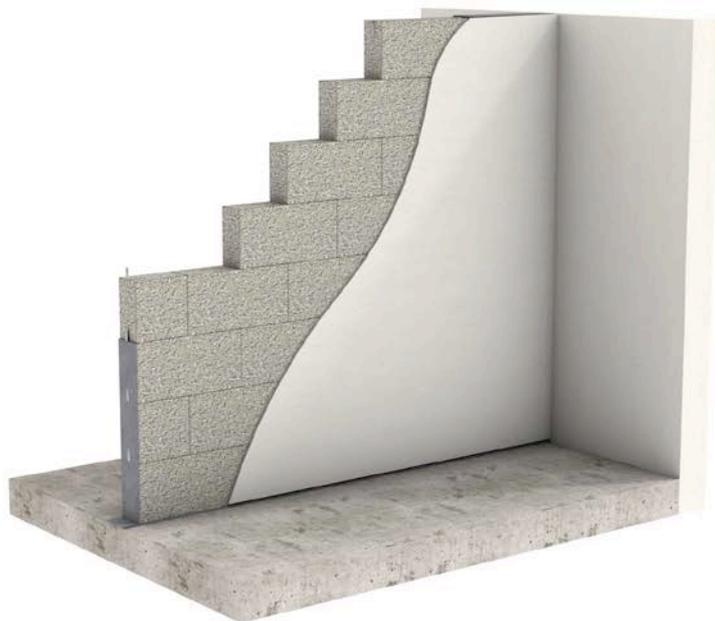

Fig. 1 Cloison en blocs végétaux (vue 3D).
1. tracer la cloison et prévoir au minimum 10 mm pour les enduits sur chaque face. Contrôler la verticalité de la cloison (voir figure 1). S'assurer que le support est suffisamment sec. En cas de remontées capillaires, protéger le pied de mur au moyen d'une bande d'étanchéité remontant de 2 cm sur les blocs de la première rangée. Il est possible d'agrafer une bande résiliente sur les pourtours de la cloison afin d'améliorer les performances acoustiques